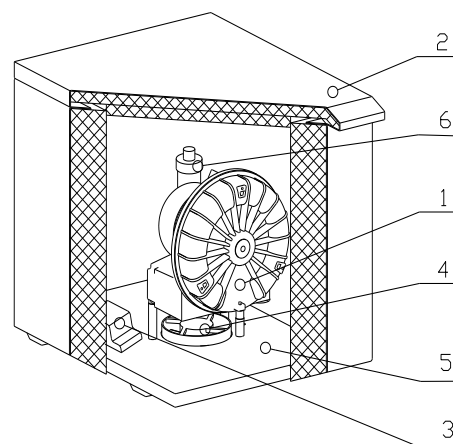

Fig.1
Le groupe d'aspirateur (1) (fig.1) crée, dans la distribution pneumatique, la sous-pression qui aspire les substances étrangères du champ de travail du médecin et les véhicule dans le séparateur dans l'unité dentaire. L'air pur à l'issue du séparateur passe par le groupe d'aspiration pour être refoulé à travers le tuyau de sortie et l'amortisseur de l'air sortant (6) dans l'espace à l'extérieur du cabinet stomatologique. Le groupe d'aspiration se met en marche par le module de commande (3) pilotant le signal amené de l'unité (tension de 24V AC/DC ou enclenchement de l'interrupteur). Le groupe est installé sur la base (5) au-dessus du ventilateur de refroidissement (4), qui constitue, à l'intérieur de l'armoire (2), la circulation forcée de l'air. L'armoire métallique sur pieds est munie d'isolement d'insonorisation qui assure le niveau sonore bas pour son environnement et, grâce au ventilateur, une circulation suffisante de l'air de refroidissement circulant à travers la fente entre l'armoire ou la base et le sol. L'air de refroidissement est ensuite refoulé à travers l'orifice dans la paroi de derrière de l'armoire.